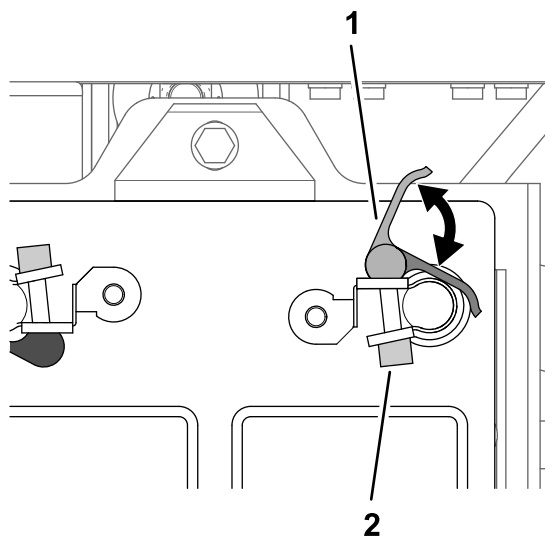

Figure 208
- Ouvrez la poignée du collier de connexion rapide à poignée de verrouillage noire (Figure 208).
- Fermez la poignée de verrouillage du collier de connexion rapide (Figure 208).